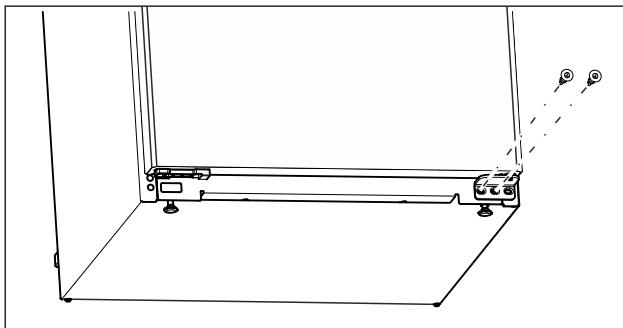

Fig. 11
- Отвийте централните винтове на долната лагерна стойка с отвертка Torx 20. (виж Fig. 11)
- Отвийте вътрешните винтове на долната лагерна стойка с отвертка Torx 20. (виж Fig. 11)